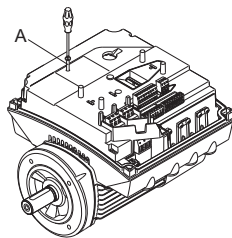

Рис. 65 Снятие крепёжного винта
3. Открутите крепёжный винт (рис. 65, поз. А).
5. Установите и закрутите крепёжный винт (рис. 65, А) с моментом затяжки 1,3 Нм.